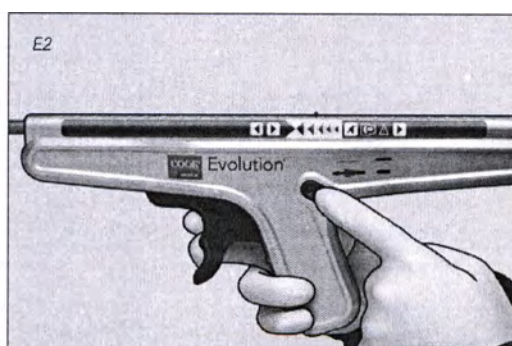

Рисунок E2
10. Для возобновления ввода, необходимо снова нажать кнопку в противоположную сторону и удерживать палец на кнопке, нажимая пусковой рычажок при первом повторном вводе (рис. E2).